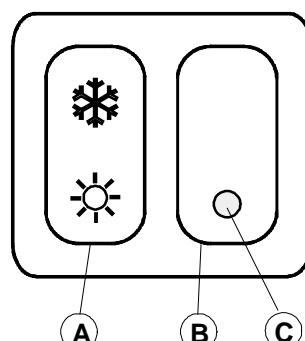

Рисунок 23 - дистанционный переключатель
- 4) Нажмите кнопку А лето/зима в позицию зима  (см. рисунок 23)
- 7) Иначе устройство контроля пламени блокирует нагреватель: отключается подача газа к горелке, и индикатор блокировки С загорается на кнопке сброса В (см. рисунок 23).
- b) Внезапное отключение питания из-за неполадок в электрической сети. Если электроэнергия отключается на более длительный срок, термостат предельной температуры (M1) блокирует устройство, таким образом предотвращая повторный розжиг. Когда подача электроэнергии восстановится, нажмите кнопку сброса, которая находится на тыльной панели под черной винтовой пробкой (см. рисунок 23).